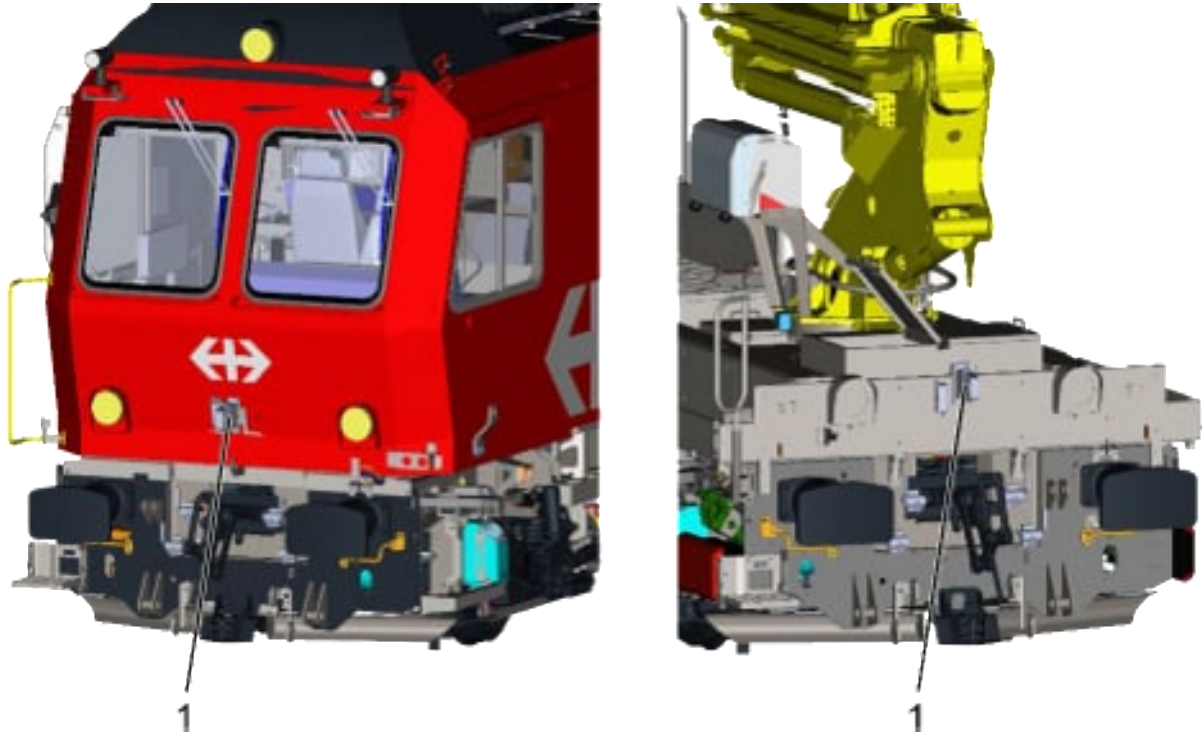

Abb. 122: Vielfachsteuersteckdose
5. Blindstecker von Vielfachsteuersteckdose abnehmen, siehe Abb. 122 (1)
3. Blindstecker an Vielfachsteuersteckdose anbringen, siehe Abb. 122 (1)
- Vielfachsteuerleitung hergestellt, siehe Abb. 122